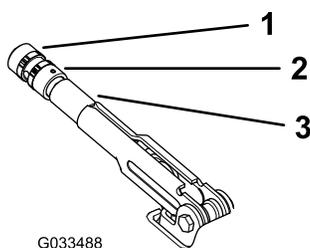

Figura 56
2. Afloje el tornillo de fijación que sujeta el pomo a la palanca del freno de estacionamiento (Figura 56).